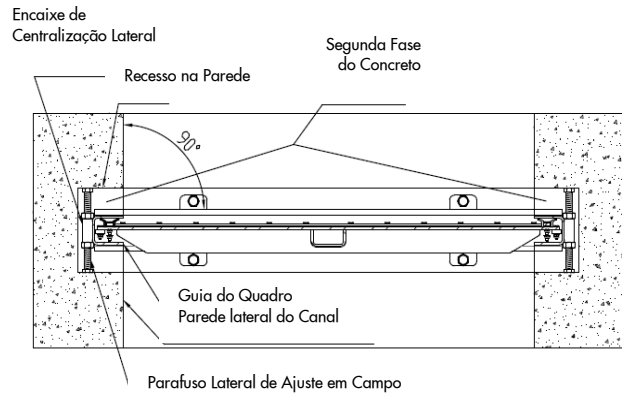

Figura 3
- Alinhe a comporta horizontalmente ajustando os parafusos de Centralização Lateral (ver Figura 3). Certifique-se de que o quadro esteja alinhado com a parede lateral do canal. Adicionalmente, certifique-se de que esteja perpendicular às paredes laterais do canal.